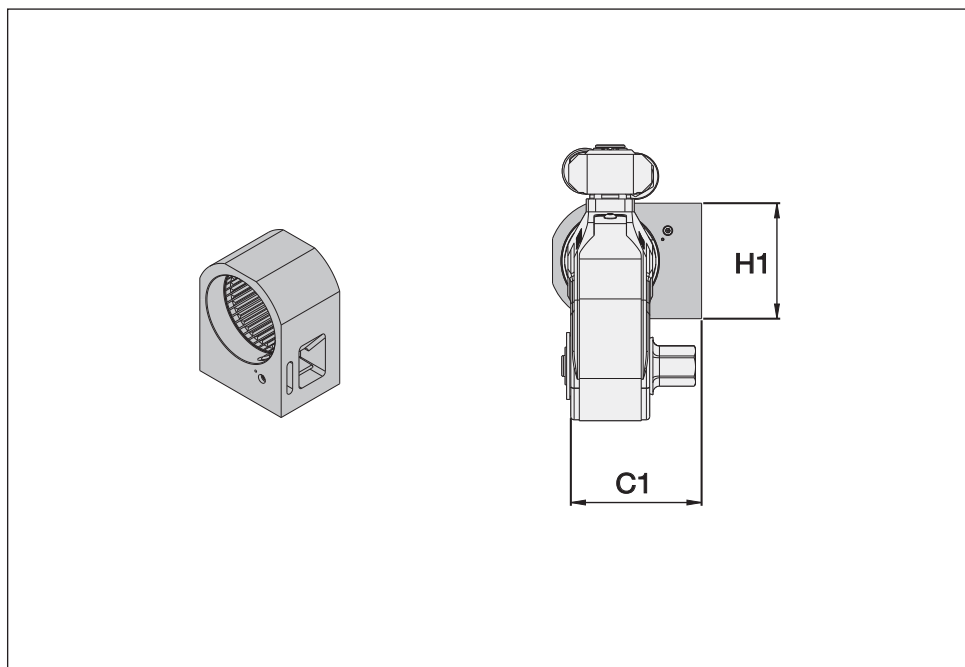

Fig. 30
6.4 Dimensions et spécifications du bras de réaction court de la série SRA (fig. 30)